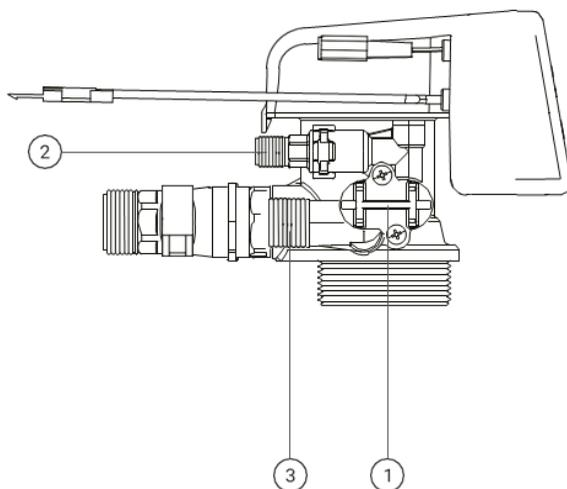

Рис. 5
- Наденьте гайку 3/8" на конец солевой трубки (рис. 5).